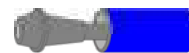

Рисунок 5
- Установите дренажную трубку (красного цвета) со встроенным ограничителем потока (рис. 5) и угольником в мембранный модуль. Угольник должен быть установлен в дренажный штуцер (15) корпуса мембранного модуля.